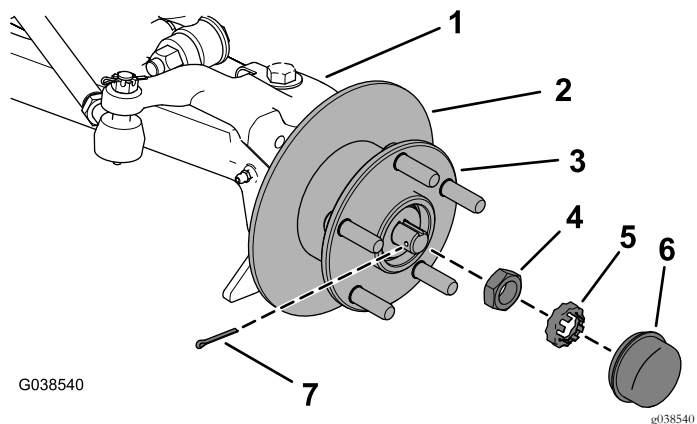

**Bild 5**
- Nehmen Sie den vorderen Bremszug vom Hauptzylinder ab (Bild 5).
1. Befestigen Sie den vorderen Bremszug am Hauptzylinder (Bild 5).